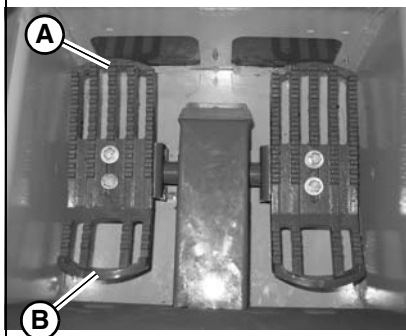

Figura 33 – Control de la elevación/inclinación (controles de pedal)
2. Presione el botón (A, Figura 33) para activar la flotación:
- Presione el botón (A) momentáneamente para aplicar la flotación de forma momentánea.
- Mantenga presionado el botón (A) durante 5 segundos para activar la flotación continua. Vuelva a presionar el botón (A) para desactivar la flotación continua.